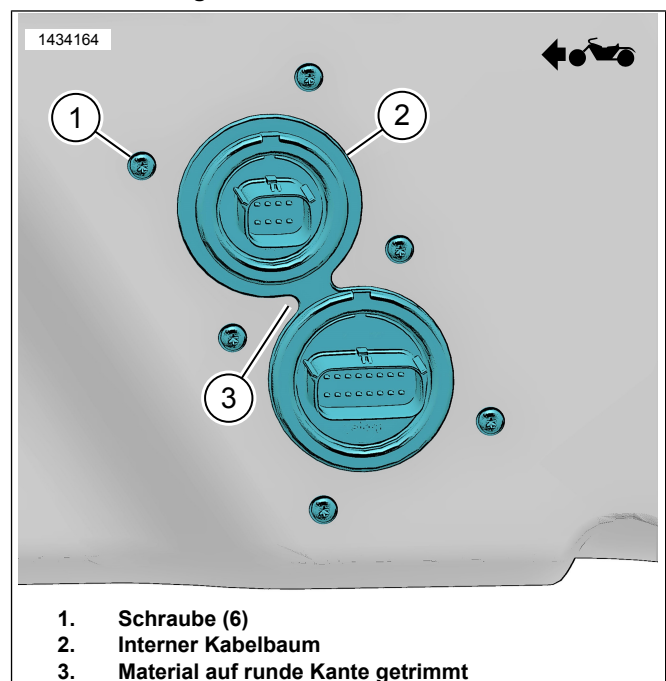

Abbildung 10. Innerer Kabelbaum
- d. Abbildung 10 Material beschneiden, um Kante (3) abzurunden.
11. Abbildung 10 Den internen Kabelbaum (2) einbauen.